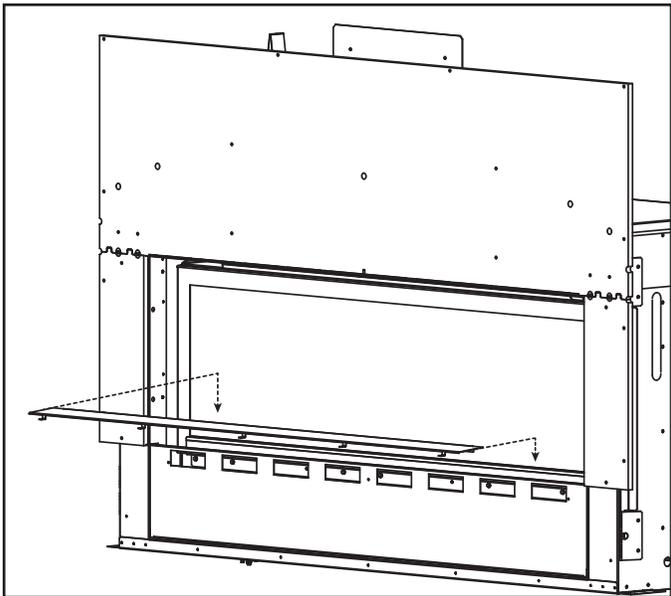

Figure 8. Installation de l'écran inférieur en verre
14. Installez l'écran inférieur en verre entre le verre et le cadre en verre. Voir la figure 8.